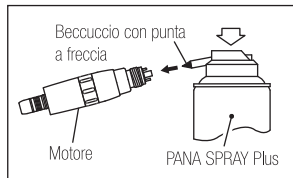

Fig. 6
- 2) Inserire la punta a freccia del beccuccio spray nel condotto della bomboletta spray. (Fig. 6)